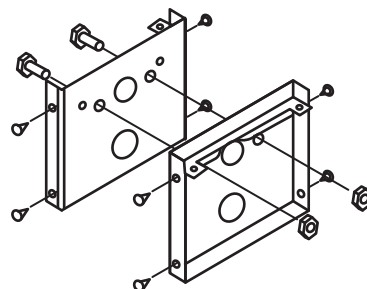

Figure 7A : Connexion de bout en bout
9. Installez les chauffage au plancher à l'aide des vis, boulons ou chevilles appropriés (fournis par l'installateur) en fonction du plancher. Des boulons d'alignement (d'usine) peuvent être insérés aux extrémités des logements adjacents pour maintenir les unités alignées. Voir les figures 7A, 7B et 7C pour plus de détails.